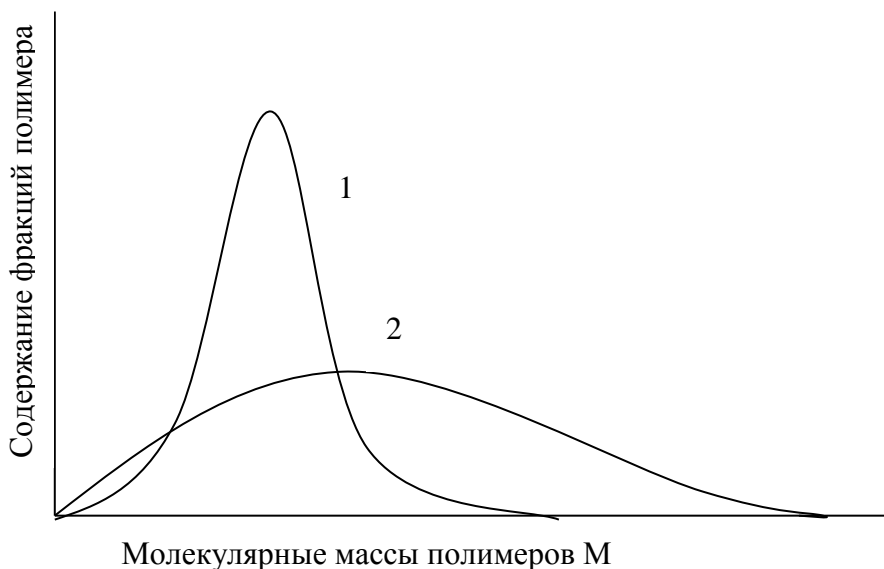

Рис. 7.1. Примерный вид дифференциальной кривой молекулярно-массового распределения:
7.1. Молекулярно-массовое распределение. Каждый полимер может быть охарактеризован функцией распределения макромолекул по молекулярным массам (рис. 7.1), которая называется *молекулярно-массовым распределением* (ММР). Различают дифференциальные и интегральные функции ММР, каждая из которых может быть числовой или массовой, в зависимости от того, используется числовая или массовая доля макромолекул. Все четыре функции взаимосвязаны и могут быть пересчитаны одна из другой, каждая из их полностью описывает ММР полимера.